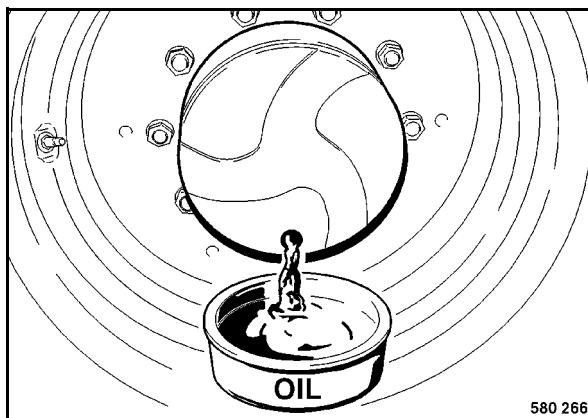

fig. 136
- Déplacer la roue motrice de sorte que le bouchon de fermeture (fig. 136) se trouve au point le plus bas.